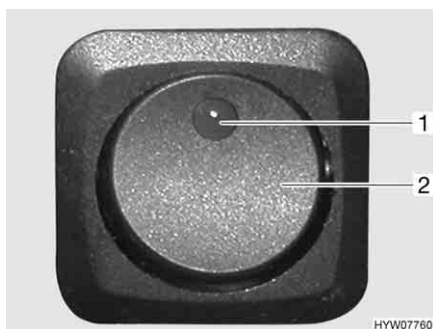

Fig. 10 Interruttore per luce con regolazione in curva/luce fendinebbia
- Premere l'interruttore (Fig. 10,2). La spia verde di controllo (Fig. 10,1) nell'interruttore indica il funzionamento.